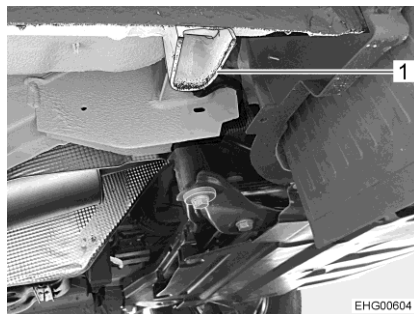

Fig. 245 Attacco asse anteriore
- Se si deve cambiare una ruota sull'asse anteriore: Applicare il cric nell'attacco (Fig. 245,1) appositamente previsto.